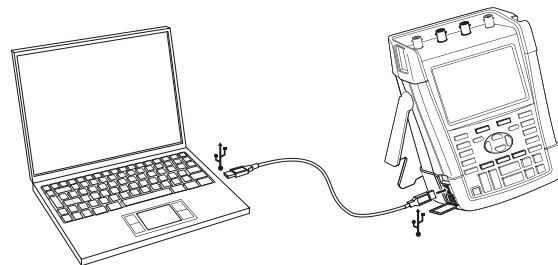

Figura 36 . Conexión a un ordenador
- Use un cable de comunicación de USB de tipo A a mini USB de tipo B para conectar un ordenador al puerto mini USB del instrumento de medida (consulte la Figura 36).